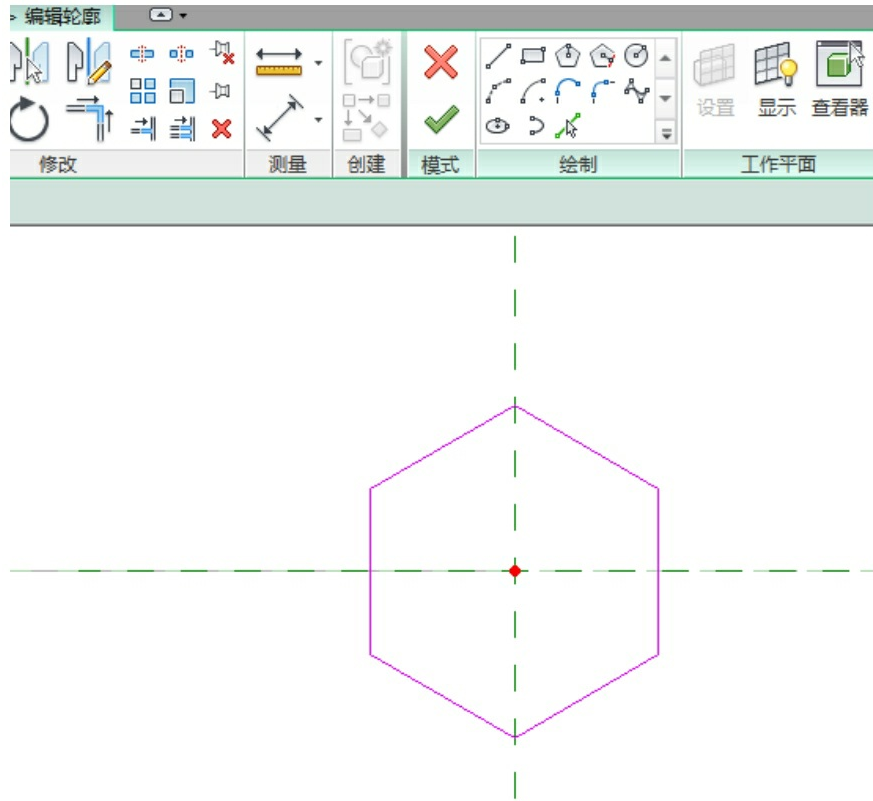

图7-67
(4) 单击“完成”按钮，完成轮廓绘制，如图7-67所示，并退出“编辑轮廓”模式。